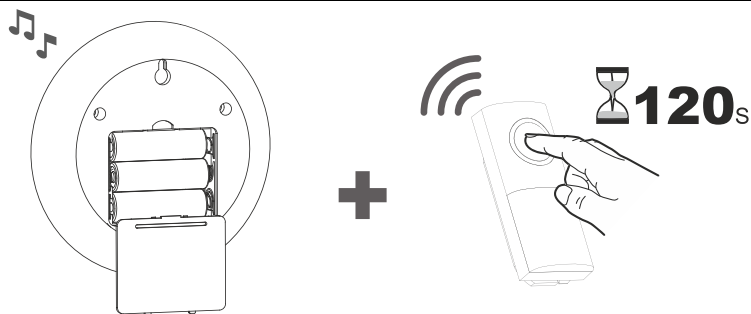

rys. 4/ fig. 4/ Abb. 4
2. **Montaż przycisku – metoda 1** (rys. 4). Użyj taśmy samoprzylepnej na oczyszczonej płaskiej i gładkiej powierzchni.